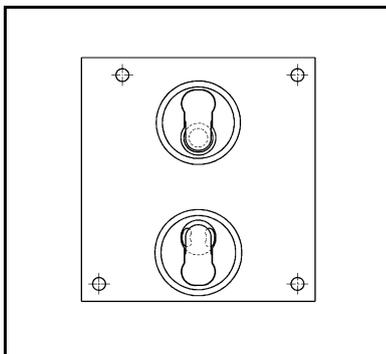

Abb. 23: Positionierung Ventilplatten
4. Neue Ventilplatten (**3**) in die Ventilsitze der Zwischenplatte (**6**) einlegen. Zur genauen Positionierung siehe Abb. 23.
1. Von der Zwischenplatte (5) die beiden Ventilplatten (3) und die beiden O-Ringe (4) entfernen.
**i** Die O-Ringe können auch an der Unterseite des Kopfdeckels (2) haften.
2. Ventilsitze und Zwischenplatte (5) auf Verunreinigung und Beschädigung prüfen. Teile ggf. reinigen.
4. Neue Ventilplatten (3) in die Ventilsitze der Zwischenplatten (5) einlegen. Zur genauen Positionierung siehe Abb. 23.